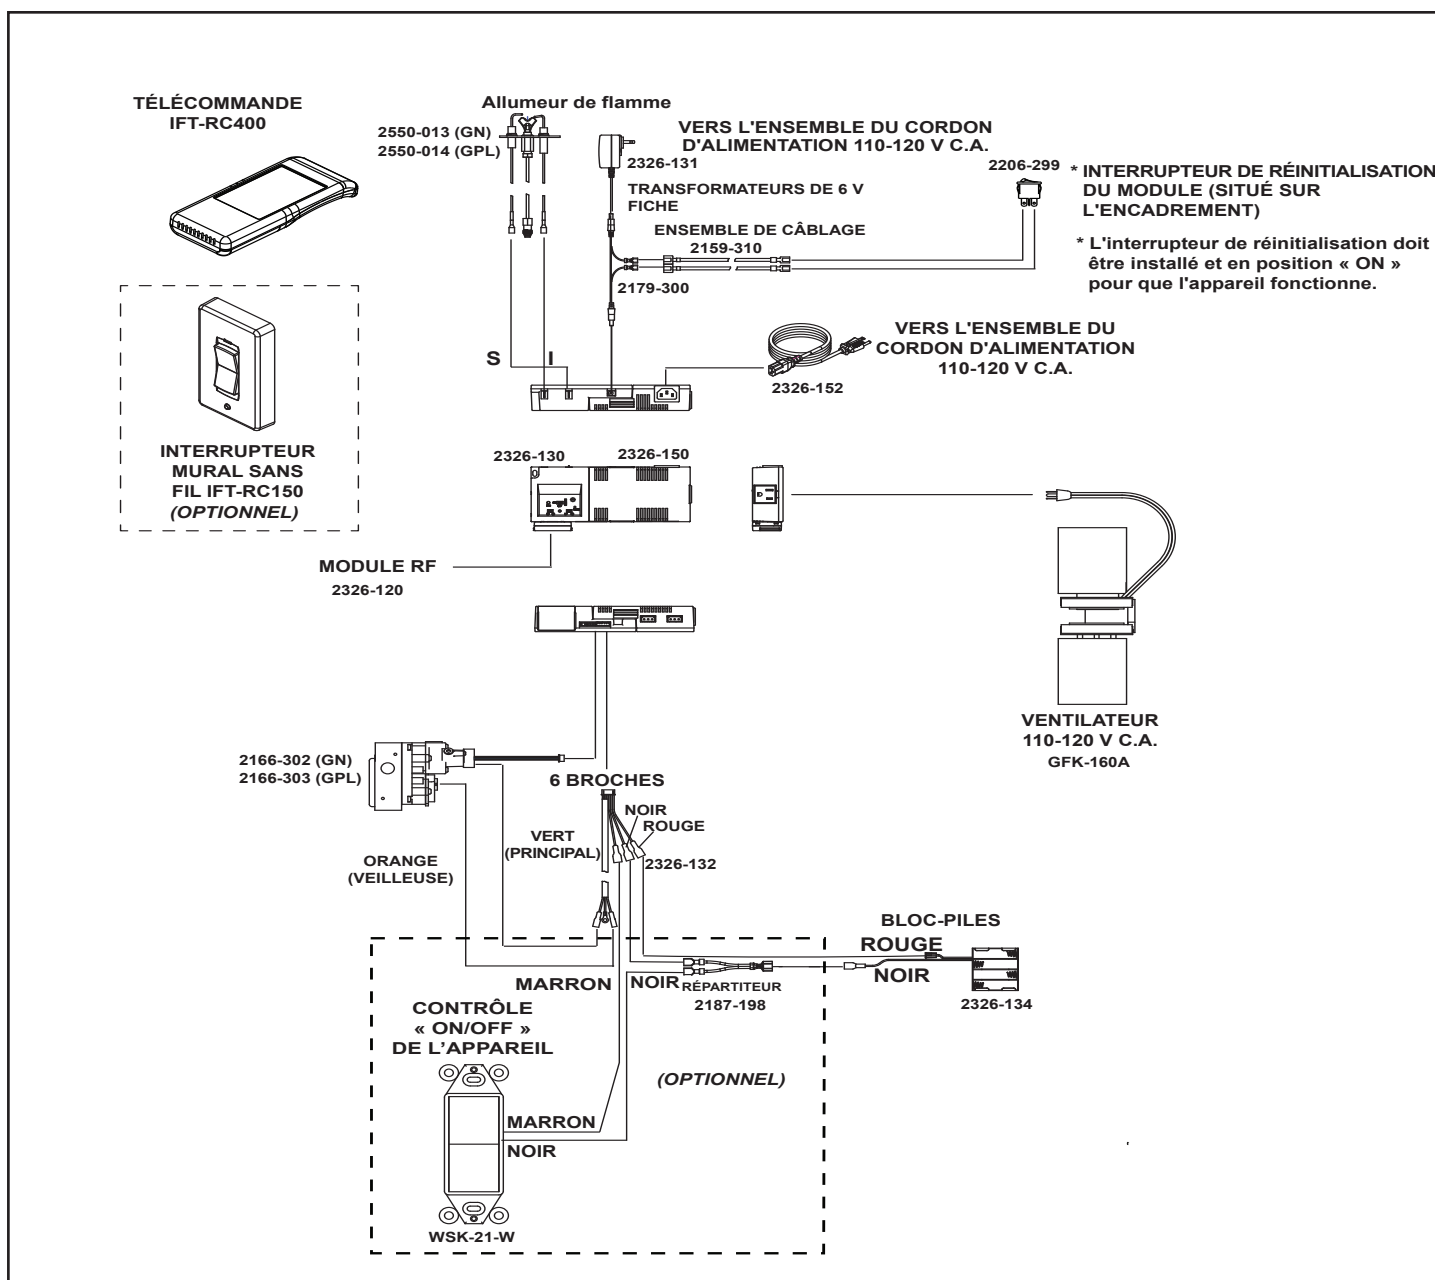

Figure 6.2 Schéma du câblage IntelliFire™ Tactile
- Consultez la figure 6.2, Schéma du câblage IntelliFire™ Tactile (IPI).
- Réparations / remplacement du ventilateur. La figure 6.2 présente un schéma du câblage.
- Réparations / installation du ventilateur. La figure 6.2 présente un schéma du câblage.